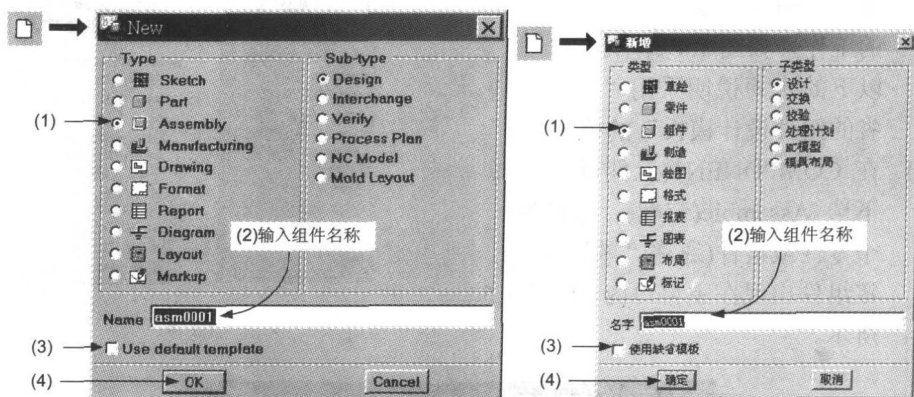
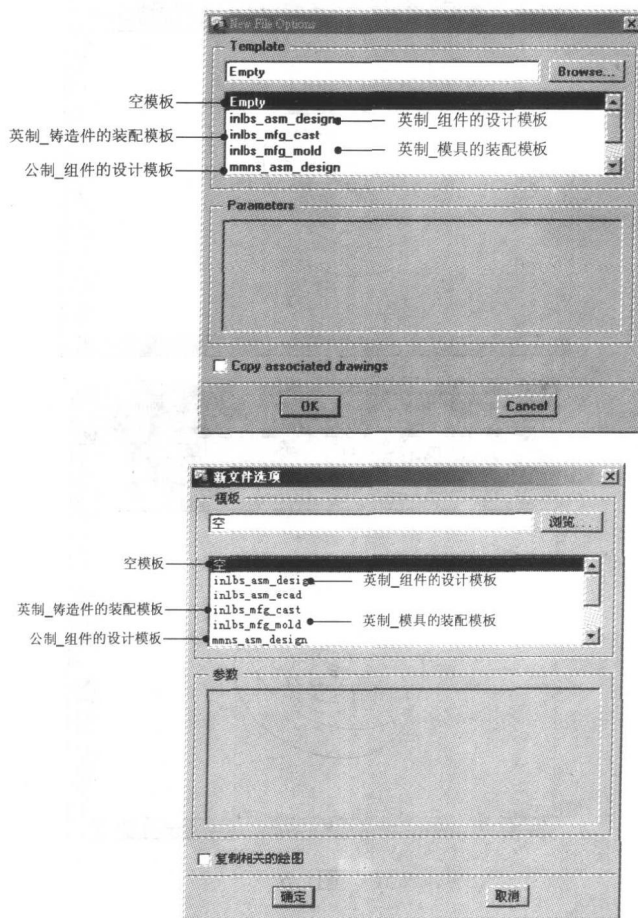

图1.2
图1.3
- 不使用缺省的组件设计模板：在 Type(类型)选项区域选择 Assembly(组件)，输入组件名称，取消选中 Use default template(使用缺省模板)复选框(见图 1.2)，单击 OK(确定)按钮 → 出现如图 1.3 所示的 New File Options(新文件选项)对话框